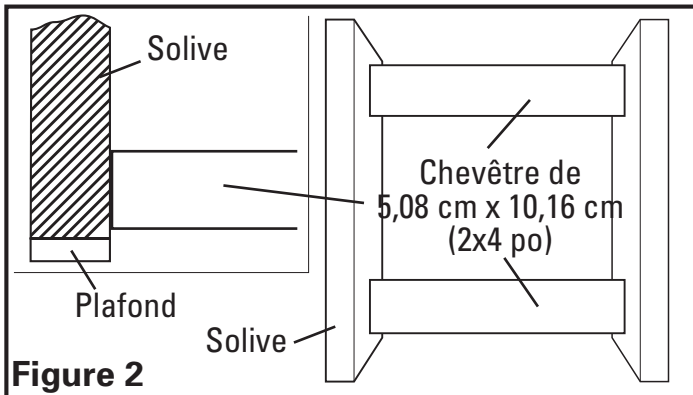
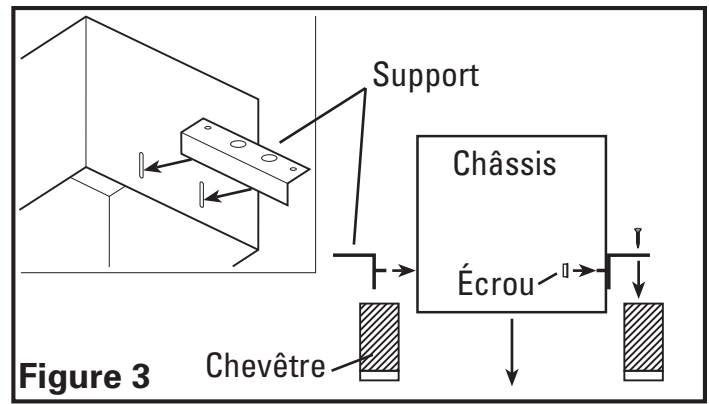

Figure 2
Figure 3
- Installation sur des solives de 61 cm (24 po) au centre ou plus larges que des solives de 40,6 cm (16 po): Installer deux chevêtres de 5,08 cm x 10,16 cm (2x4 po) (non-compris) entre les solives (**Figure 2**). Installer les supports de montage dans le second jeu de fentes sur le châssis du ventilateur et fixer en place avec les quatre écrous #10-32 inclus tel qu'indiqué. Centrer le châssis du ventilateur entre les solives et fixer les supports de montage avec des vis ou des clous (non-compris) au chevêtre. Ajuster la hauteur du châssis pour qu'il soit à effleurement avec le plafond fini en desserrant les écrous de support de montage et en glissant le châssis vers le haut ou vers le bas sur le support de montage. Serrer à fond tous les quatre écrous pour fixer le châssis en place (**Figure 3**).